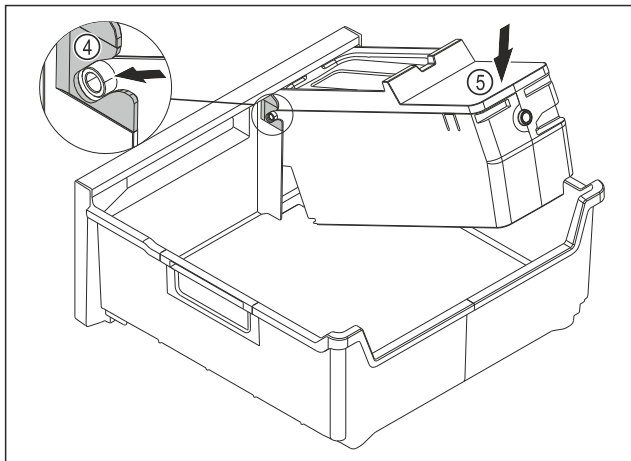

Fig. 115
- ▶ Montați corpul EasyTwist-Ice: Inșerați axele corpului EasyTwist-Ice în ghidaje Fig. 115 (4).
- ▶ Apăsăți corpul EasyTwist-Ice Fig. 115 (5) în spate în jos.